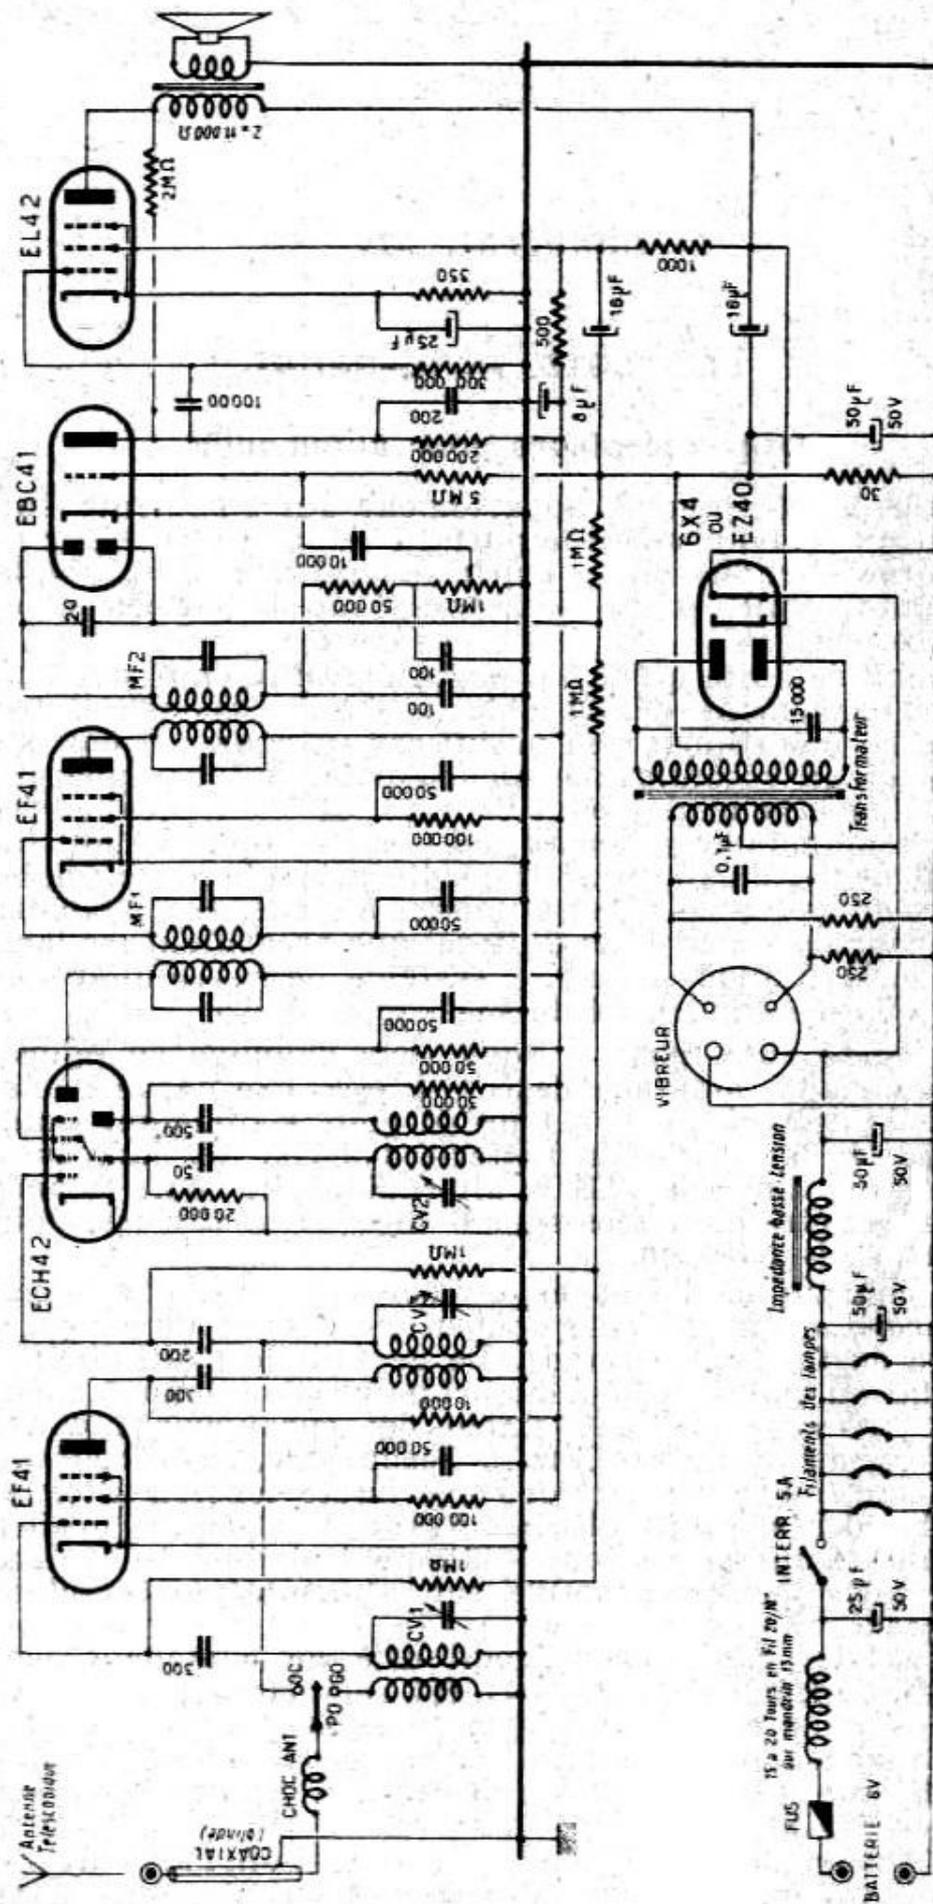

FIG. 74. — Le poste fixe pour voiture
**Un poste auto fixe.** — Nous vous donnons en **figure 74** le schéma d'un montage destiné à être fixé en permanence à bord d'une voiture. Il est prévu pour s'alimenter uniquement sur le 6 volts de la batterie d'accus. Les lampes sont de la série Rimlock « E » alternative, et leurs filaments qui doivent être chauffés sous 6 volts, sont alimentés directement par la batterie.